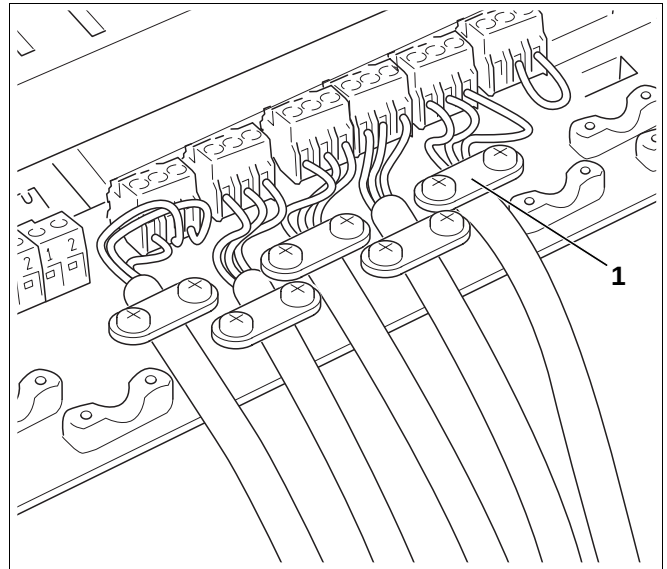

Abb. 65 Leitungen mit Zugentlastungen sichern
- Sie müssen alle Leitungen mit Kabelschellen (Lieferumfang Schaltfeld) sichern (siehe Abb. 65).